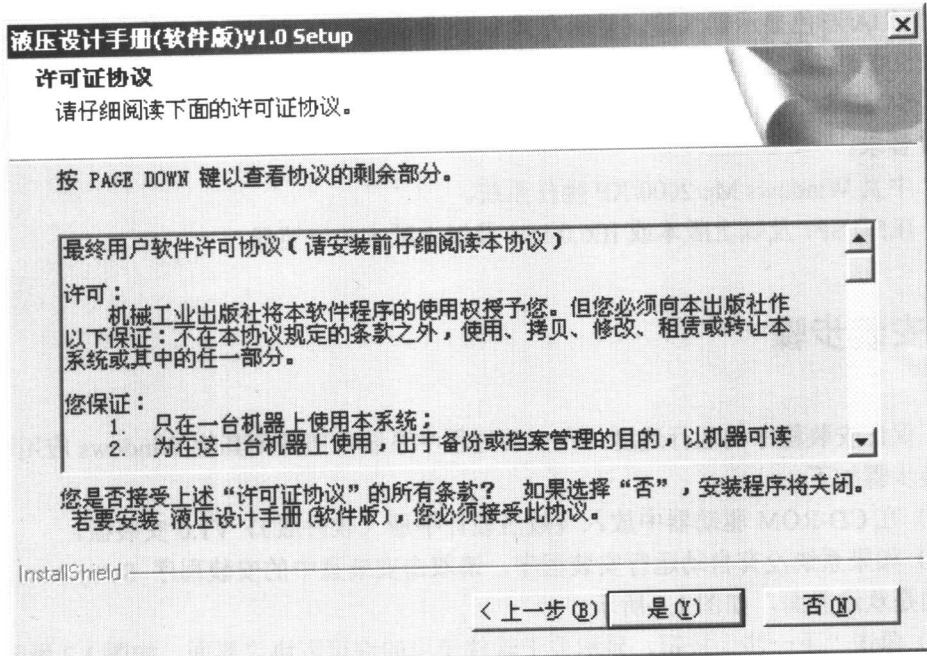

图 1.2 许可证协议界面
- (3) 单击“下一步”按钮，显示关于软件使用的许可证协议界面，如图 1.2 所示。在用户安装协议中，说明了用户的权利和义务，在您阅读协议内容并表示同意后，单击“是”按钮。